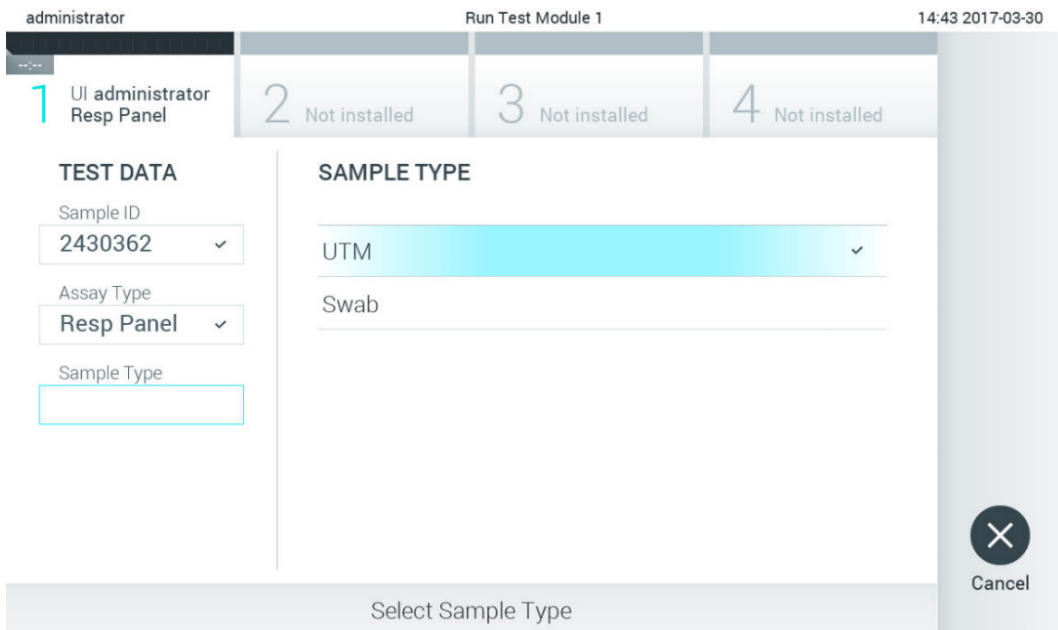

Bild 25. Välja provtyp.
4. Välj lämplig provtyp från listan vid behov (bild 25).